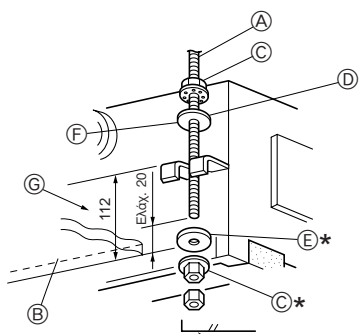

Fig. 2-7
1. Περάστε πρώτα τις ροδέλλες ① ② (προμηθεύονται) και τα παξιμάδια τους (που θα προμηθευτείτε από την τοπική αγορά) στο μπουλόνι ανάρτησης. (Fig. 2-7)